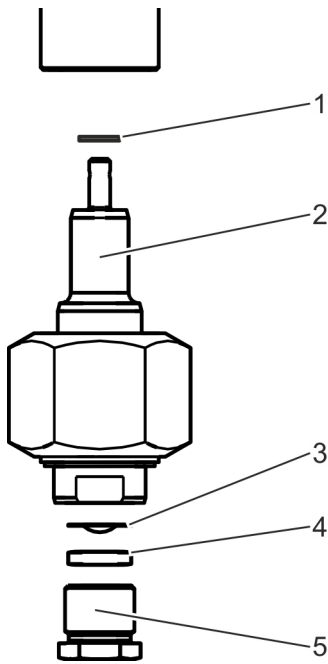

Abb. 18: Demontierbare Einheit
- Dichtring (Abb. 18/1),
- Ventilkörper (Abb. 18/2),
- Berstscheibe (Abb. 18/3),
- Druckring (Abb. 18/4) und
- Druckschraube (Abb. 18/5)